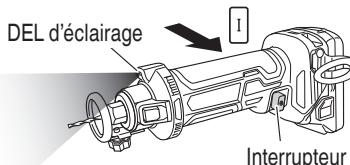

Fig. 13
3. Comment utiliser la DEL d'éclairage. (Fig. 13)